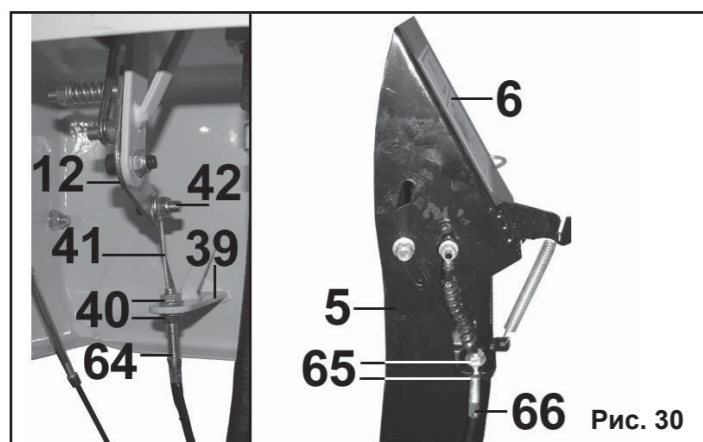

Рис. 30
9.8. Регулировка тросика привода дефлектора желоба (Рис.30).